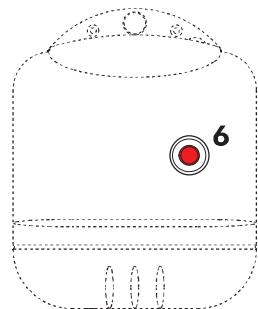

fig. 1
Pour un arrêt de courte durée il suffit de mettre l'interrupteur 5 (Fig1) sur le panneau de commandes, sur «0».
- a blocage du brûleur signalé par le voyant 6 (fig.1) Se reporter au manuel du brûleur.